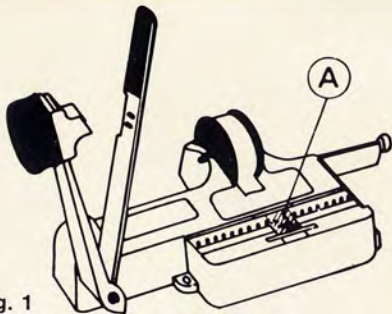

Fig. 1
Fig. 1 - Non togliete i due o tre strati di nastro adesivo (A) che vedete applicati sulla matrice. Essi sono stati messi appositamente per far sì che i rettangolini di nastro adesivo tranciati dai punzoni rimangano sotto la matrice e non tornino su appiccicandosi al film. Ogni tanto è necessario rinnovarli.